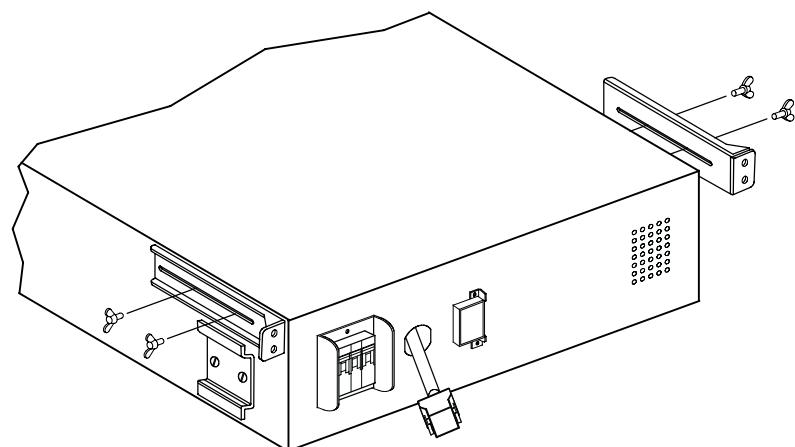

Рисунок 9. Установка дополнительных сейсмоустойчивых кронштейнов ЕВМ
15. При установке дополнительных сейсмоустойчивых кронштейнов необходимо совместить два сейсмоустойчивых кронштейна дополнительного батарейного модуля с крепежными отверстиями по сторонам дополнительного батарейного модуля над задними кронштейнами. Слегка закрепите кронштейны четырьмя прилагающимися барабанковыми болтами. См. рис. 9.